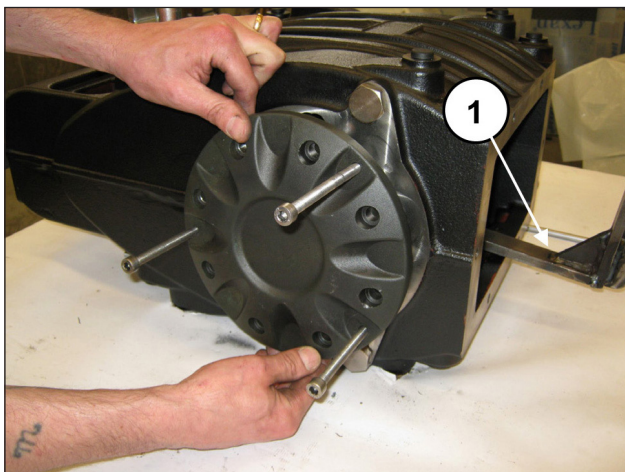

Fig. 30
Forneça a remoção da cobertura do rolamento, sustentando o eixo para evitar danos (pos. ①, Fig. 30).